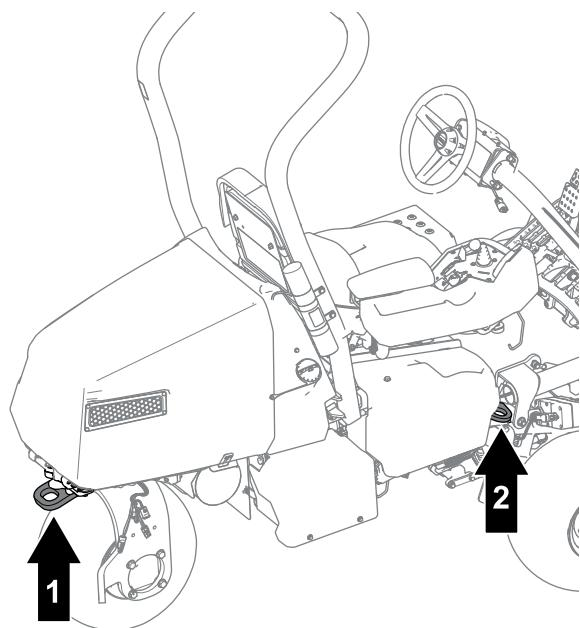

Figura 32
- Amarre la máquina firmemente con correas, cadenas, cables o cuerdas. Tanto las correas delanteras como las traseras deben orientarse hacia abajo y hacia fuera respecto a la máquina (Figura 32).